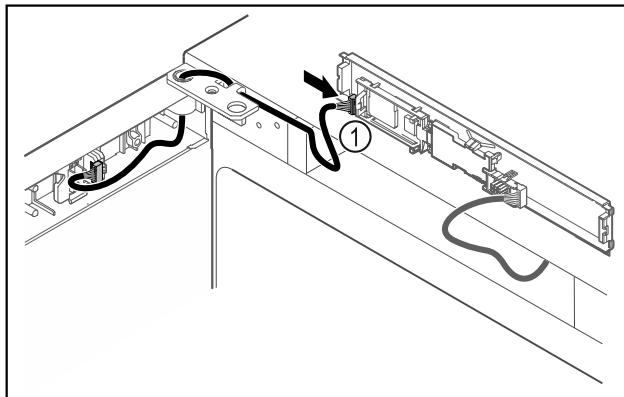

Fig. 45
- ▶ Lidhni spinën Fig. 45 (1) në qark.